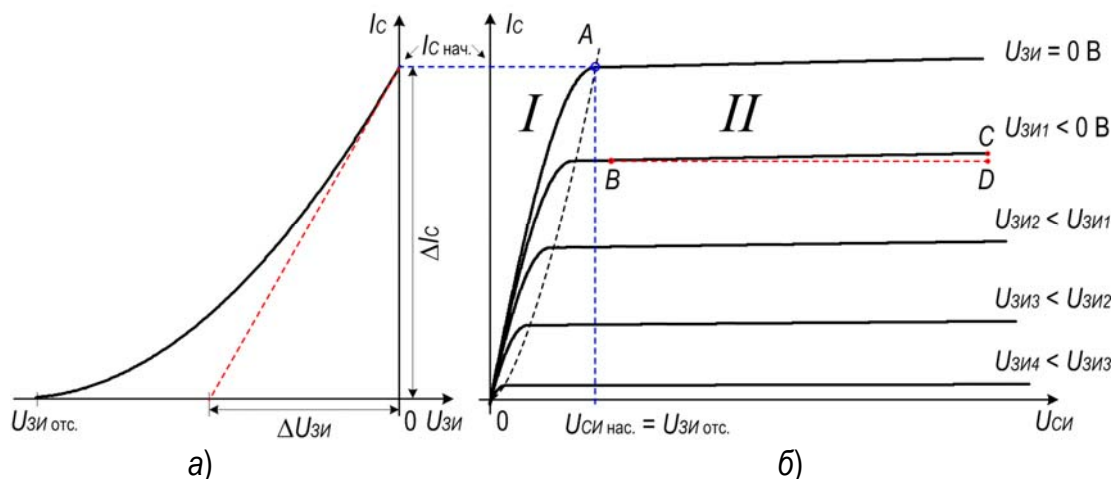

Рис.8.5 Стоко-затворная (а) и выходные (б) ВАХ ПТУП
На рис. 8.5 показано, как определяются дифференциальные параметры ПТ с помощью ВАХ (на примере полевого транзистора с управляющим $p-n$ -переходом).
Стоко-затворная характеристика (рис.8.5а) ПТУП достаточно хорошо описывается выражением
где $S_{\text{НАЧ.}} = 2I_{\text{С нач.}} / |U_{\text{ЗИ отс.}}|$ – начальное значение крутизны характеристики, которое можно определить по графику стокзатворной характеристики. Для этого в точке $(U_{\text{ЗИ}} = 0; I_{\text{С}} = I_{\text{С нач.}})$ к стокзатворной характеристике проводят касательную, отсекающую на оси напряжений отрезок $\Delta U_{\text{ЗИ}}$, а на оси токов – отрезок $\Delta I_{\text{С}}$ (рис.8.5а). Тогда
Напряжение, при котором транзистор переходит в режим насыщения, называется *напряжением насыщения* ($U_{\text{СИ нас.}}$). При напряжении $U_{\text{ЗИ}} = 0$ напряжение насыщения (на рис.8.5б – т.А) численно равно напряжению отсечки, при других напряжениях $U_{\text{ЗИ}} \neq 0$
Дифференциальное внутреннее сопротивление проводящего канала полевого транзистора $r_{\text{СИ}}$ можно определить графическим способом, используя выходные ВАХ. Для этого на ветви выходной ВАХ, соответствующей заданному напряжению $U_{\text{ЗИ}}$, строят прямоугольный треугольник BCD (рис. 8.5б) и определяют разность напряжений $\Delta U_{\text{СИ}}$ (BD) и токов $\Delta I_{\text{С}}$ (CD), откуда